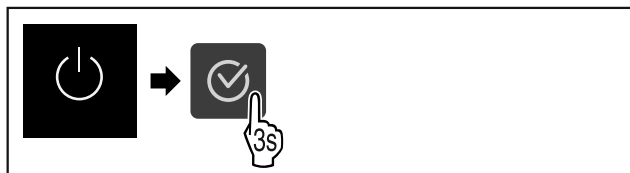

Fig. 62
► Stappen (zie Fig. 62) uitvoeren.